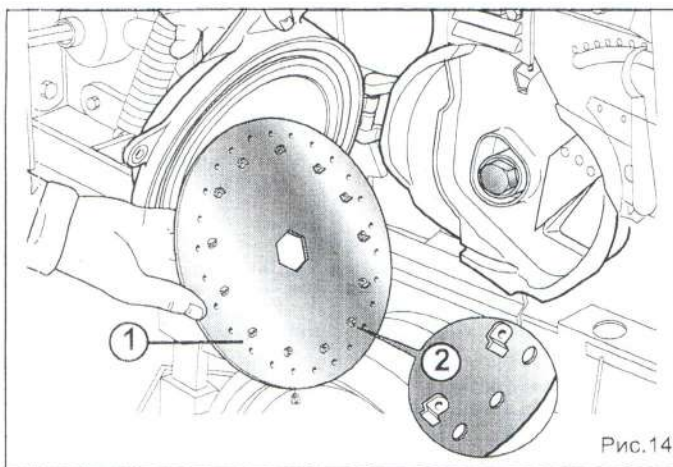

Рис.14
В распределителе (Рис. 14) необходимо установить диск (1, Рис. 14), **выбранный в соответствии с размерами семян**, которые не должны входить в отверстие. Именно семена, не прошедшие в отверстия диска попадают на почву. Машина поставляется заказчику с одним установленным на распределителе набором дисков. Фирма - производитель может так же поставить набор дополнительных дисков (Таблица 3, pag. 23).
- Установить диск с выступами (2, Рис. 14) и повернуть по направлению к внутренней части распределителя.